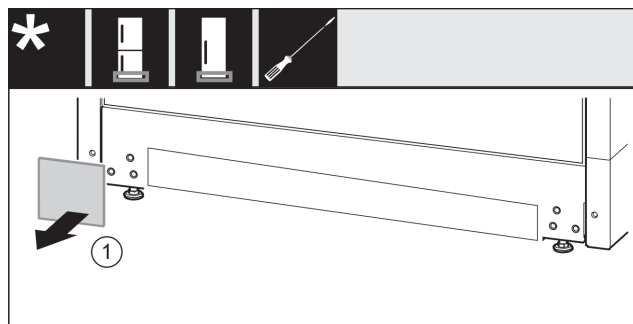

Fig. 38
- Abdeckung Fig. 38 (1) abnehmen.